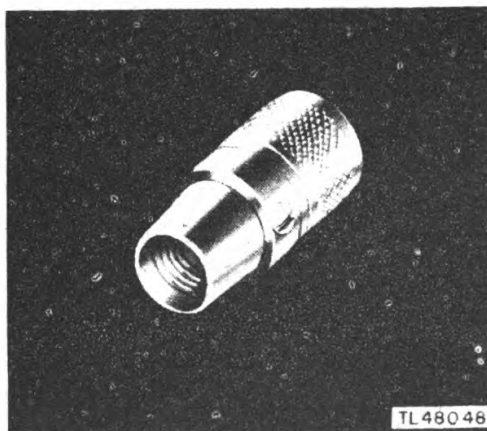

Figure 24. Dummy Antenna TS-208/MPM.
21. DUMMY ANTENNA TS-208/MPM (fig. 24).